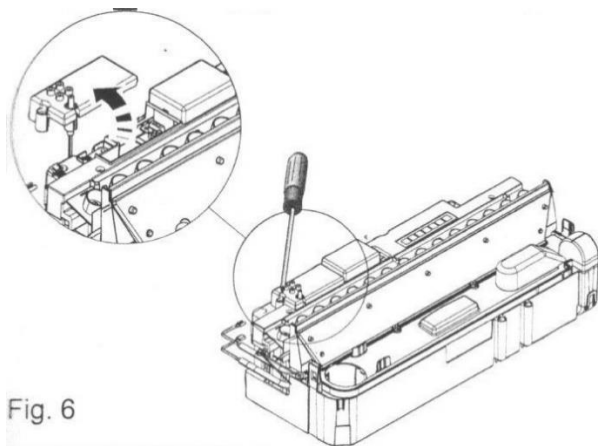

Fig. 6
3. Heben Sie den Zugangsdeckel ab, indem Sie die Fixierschraube lösen (Abb. 6).